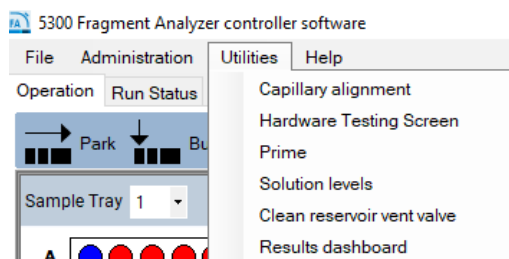

Figure 92 Menu Utilities (Utilitaires)
- 1 Dans le menu déroulant **Utilities** (Utilitaires), sélectionnez **Results dashboard** (Tableau de bord des résultats) (**figure 92**).